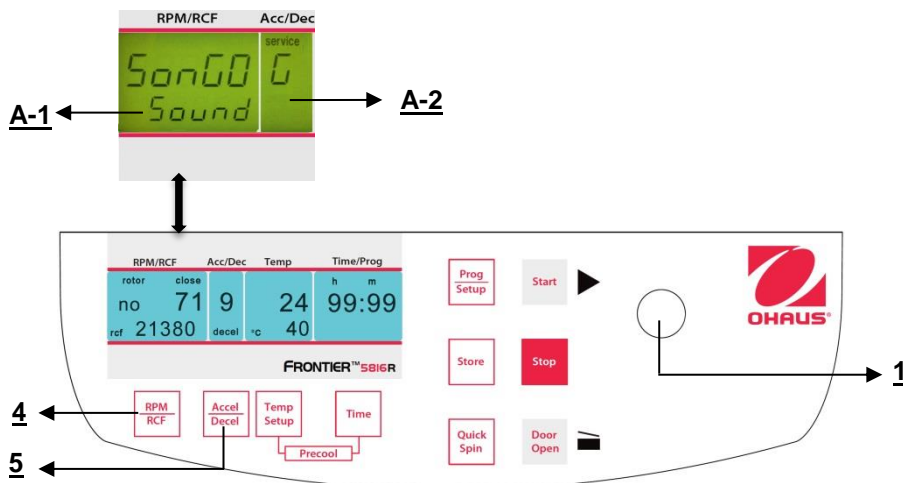

Abbildung. 34
Fahren Sie fort wie unter Punkt 4.1.1 beschrieben, um in den Programmmodus einzutreten und drücken Sie dann die Taste **"Accel/Decel"** (5). Auf der Anzeige blinkt **"Acc/Dec"** (A-2) das Wort **"Service"**. Wählen Sie nun den Buchstaben **"G"** mit Hilfe des Anpassungsknopfes (1). Als Ergebnis erscheinen auf der Anzeige **"RPM | RCF"** (A-1) die Worte **"SonGo/Sound"**. Nach dem Drücken der Taste **"RPM | RCF"** (4) können Sie mit Hilfe des Anpassungsknopfes (1) ein Lied auswählen. (Siehe Abbildung 34).